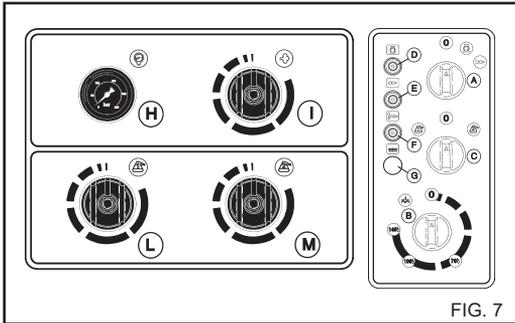

FIG. 7
Drej termostatknappen "B" (fig. 7) til damp position for at øge vandets temperatur ved leveringen.
Når der er færdig med at anvende "Damp fase", drejes termostatknappen "B" til position "0" (fig. 7). Derpå gives maskinen mulighed for at køle i 3 minutter med aftrækkeren aktiveret.
2) Start højtryksrensere, vælg rengøringsmidlet, som skal benyttes ("1" eller "2") (fig. 7), ved hjælp af vælgeren C). Åben hanen til det ønskede rengøringsmiddel L) rengøringsmiddel "1" eller M) rengøringsmiddel "2" (fig. 7) ved at dreje betjeningsknappen mod uret. Spred rengøringsmidlet ud over overfladen, som skal afvaskes ved at starte nedefra. Lad rengøringsmidlet virke et par minutter.
3) Indstil vælgeren for rengøringsmiddel C) (fig. 7) i pos. "0". Luk doseringshanerne ved at dreje betjeningsknapperne med uret.